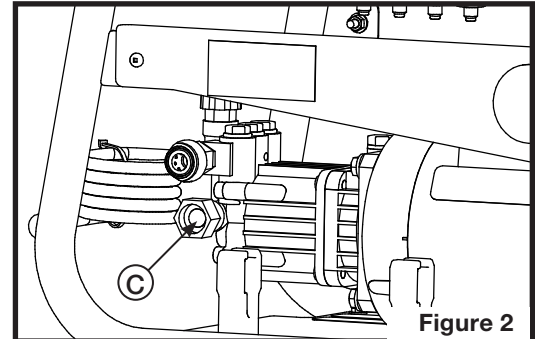

Figure 2
3. Vérifier la présence et l'état du joint d'étanchéité d'entrée d'eau (C sur la figure 2).